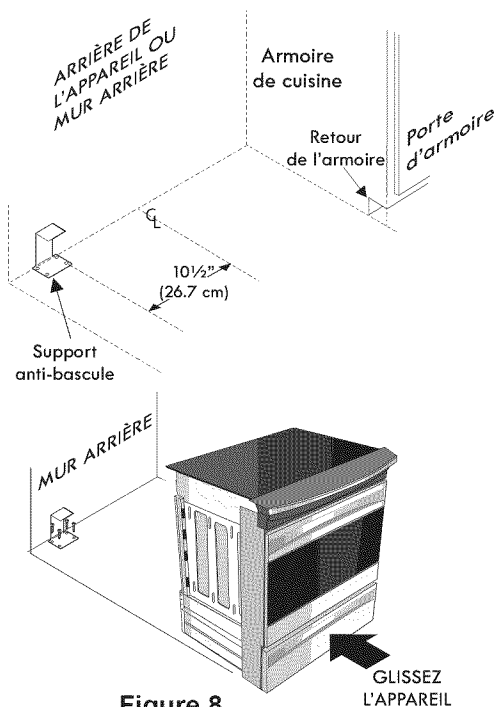

Figure 8
2. Dépliez le gabarit de papier et placez-le à plat sur le plancher, l'avant et les extrémités des côtés exactement sur la ligne préalablement tracée (utilisez le diagramme ci-dessous pour localiser le support anti-bascule si le gabarit de papier n'est pas disponible (Figure 8)).